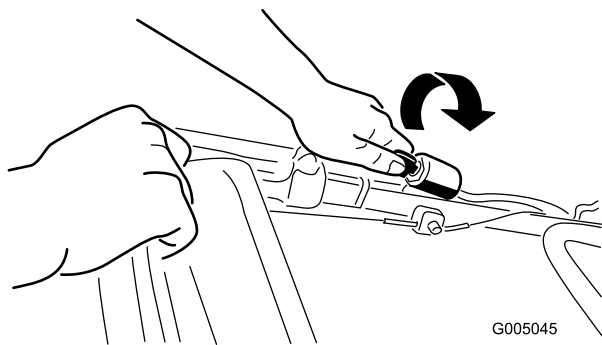
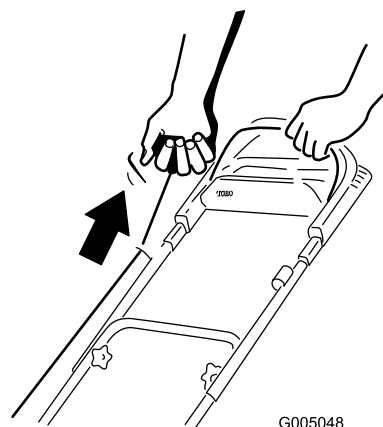

Figura 15
Figura 16
2. Gire la llave de contacto (Figura 15) (modelo 20656) o tire del arrancador de retroceso (Figura 16).